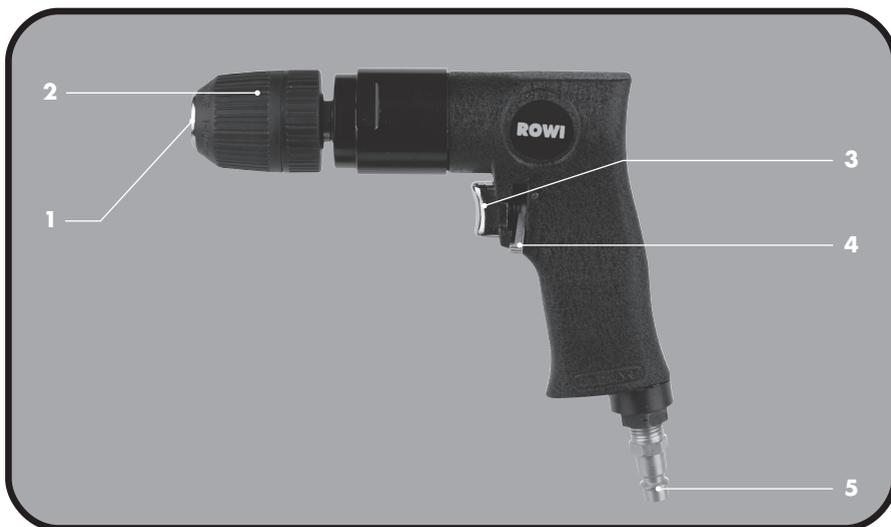

Abb. 1: Geräteübersicht
1. Entfernen Sie die Transportkappe vom Druckluftanschluss der Bohrmaschine (siehe Abb. 1, Nr. 5).
Wählen Sie einen passenden Bohrer aus und setzen Sie diesen in das Bohrfutter ein (siehe Abb. 1, Pos. 1). Halten Sie den unteren Schaft des Schnellspannbohrfutters mit einer Hand fest und drehen Sie mit der anderen Hand im Uhrzeigersinn das Bohrfutter zu. Nur so ist ein fester Halt des Werkzeuges und somit ein sicherer Betrieb des Gerätes gewährleistet.
Überprüfen Sie die Geräteeinstellungen und nehmen Sie bei Bedarf die entsprechenden Änderungen vor (siehe Kapitel 4.3.2 – 4.3.3). Schalten Sie dann den Kompressor ein. Lassen Sie den Kompressor einmal so lange laufen, bis der maximale Kesseldruck erreicht wurde und das Gerät abschaltet. Betätigen Sie dann den Auslöser (siehe Abb. 1, Nr. 2), um das Gerät zu starten.
Drücken Sie zum Bohren den Umschalthebel (siehe Abb. 1, Nr. 4) am Auslöser hoch auf Position F. Das Gerät schaltet von Linkslauf auf Rechtslauf.
2. Entnehmen Sie das nicht mehr verwendete Werkzeug und stecken Sie das neue Werkzeug in das Bohrfutter ein (siehe Abb. 1, Nr. 1).